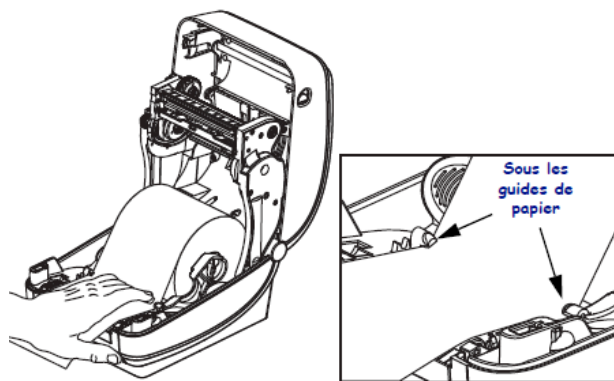

Figure 23
- Pousser le papier sous les deux guides de papier (voir Figure 23)